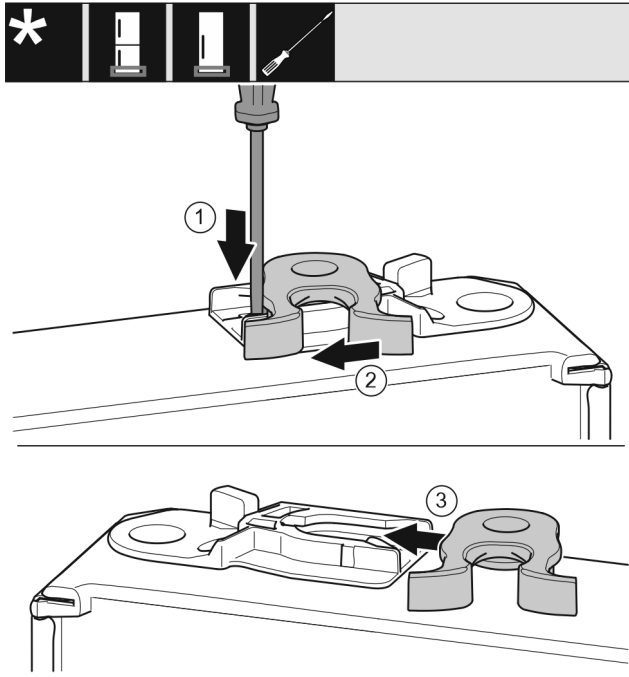

Fig. 15
- ▶ Lasche mit Schlitzschraubendreher nach unten drücken. Fig. 15 (1)
- ▶ Schließhaken aus Führung ziehen. Fig. 15 (2)
- ▶ Schließhaken auf anderer Seite in Führung schieben. Fig. 15 (3)